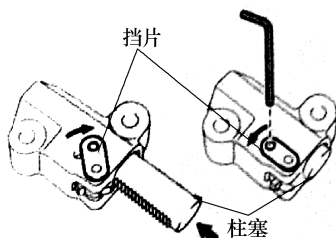

图 1-148 六角扳手插入挡片孔
① 向上移动挡片以松开锁止，并将柱塞推入张紧器。
② 向下移动挡片以卡紧锁扣，并将六角扳手插入挡片孔，见图 1-148。